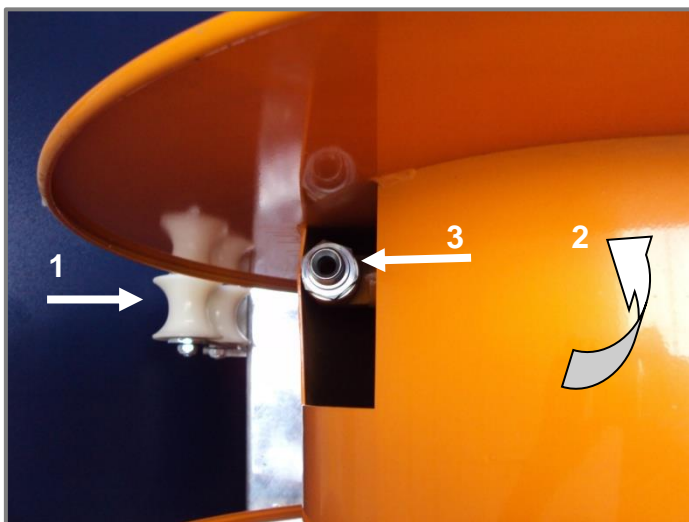

Figura 7.2; Sequenza di collegamento del tubo al verricello
- Ruotare il tamburo a mano in modo che la guida del tubo si trovi quanto più possibile sul lato del tamburo (il lato dell'attacco) e il raccordo del tubo sul lato anteriore/superiore (vedi figura 7.2).
- Instradare il tubo nella guida (1)
- Inserire il tubo sotto il tamburo (2)
- Collegare il tubo all'attacco del verricello (3)